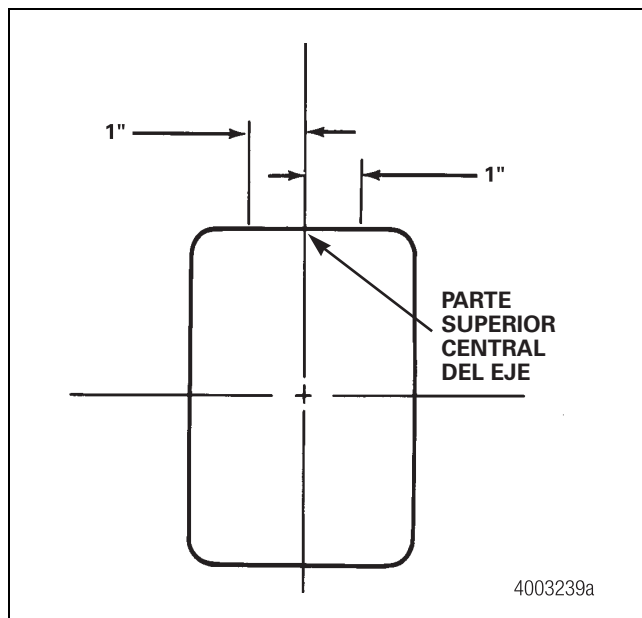

Figura 7.9
- No se permite soldar dentro de un área de una pulgada (25.4 mm) de la parte superior central del eje. Figura 7.9.